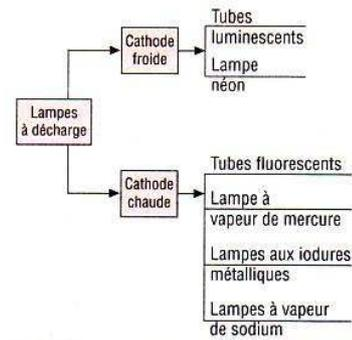

Fig. 10 : Classification des lampes à décharge.
4.3. Différentes lampes à décharge (fig. 10)